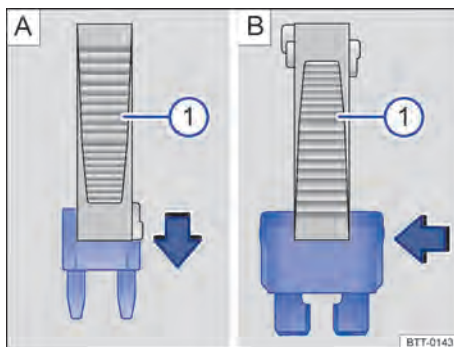

Fig. 118 Remover ou instalar um fusível com a garra da pinça de plástico ①.
- Se necessário, retirar a pinça de plástico → Fig. 118 ① do suporte. O suporte se encontra na parte traseira da caixa de fusíveis perto da tomada de conexão para diagnóstico.
- Em caso de *fusíveis pequenos*, encaixar a garra ① por cima → Fig. 118 A.
- Em caso de *fusíveis maiores*, empurrar a garra ① lateralmente sobre o fusível → Fig. 118 B.
- Caso o fusível esteja queimado, substituir o fusível por um novo da *mesma* intensidade de corrente (mesma cor e inscrição) e do *mesmo* tamanho → ①.